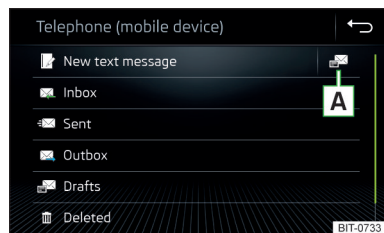

Abb. 151
▶ Im Hauptmenü *Telefon* die Funktionsfläche antippen, es wird das Hauptmenü für Textmitteilungen angezeigt » Abb. 151.
- » Abb. 151 auf Seite 139.